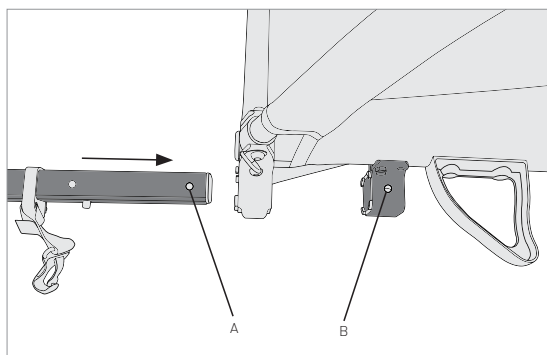

Figure 8
1. Faites glisser la barre de remorquage dans le récepteur jusqu'à ce que l'orifice A s'aligne sur l'orifice B (Figure 8). Le support de la sangle de sécurité rouge doit être aligné avec l'avant du récepteur de la barre de remorquage, ce qui indique que la barre de remorquage est totalement engagée.